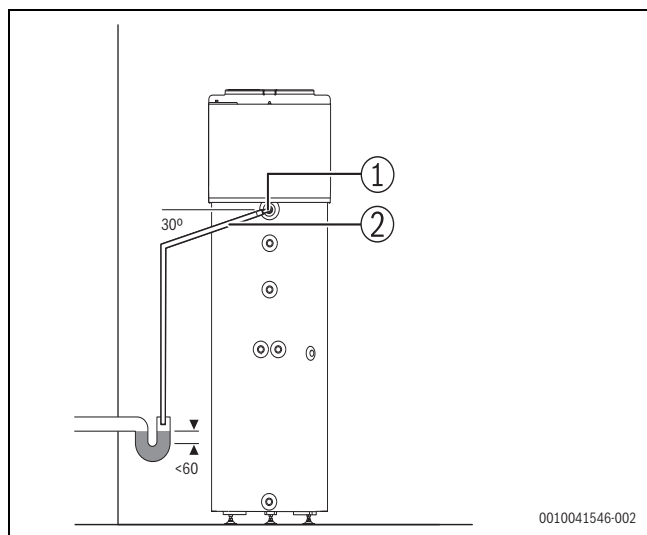

Fig. 12 Ligação da drenagem de condensados
- ▶ Ligar um tubo flexível Ø 16 ([2], fig. 12) ao bocal de plástico ([1], fig. 12).
- ▶ Ligar uma mangueira a um sifão de modo que o condensado flua livremente (fig. 12).